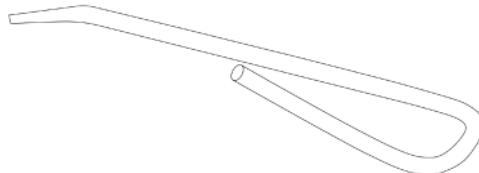

Рис. 7.3. Ключ.
- Подключите кабельный разъём плазмотрона к разъёму аппарата на передней панели (См. рис 7.4, 7.5). Используйте ключ (См. рис. 7.3).